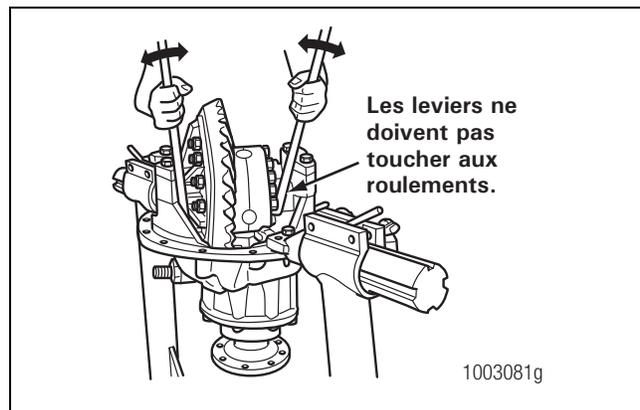

Figure 5.57
- B. Glisser deux leviers entre le boîtier de différentiel ou la couronne et la tête de pont, à des emplacements autres que ceux décrits à l'étape A. Les leviers ne doivent pas toucher les roulements de différentiel. Figure 5.57.